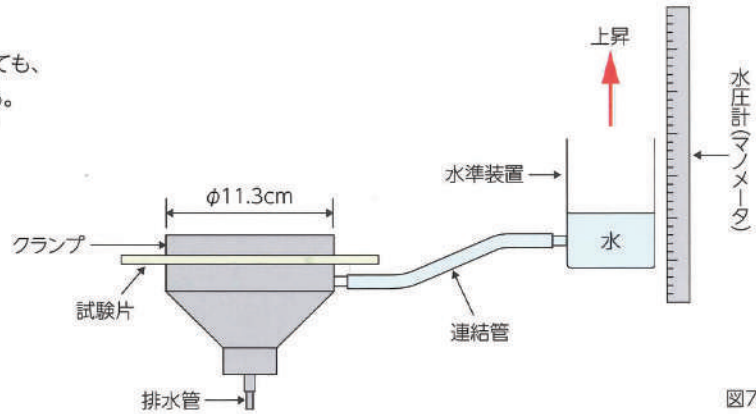

図7
B. 試験概要 図7に示す耐水度試験装置(低水圧用)に試験片の表側(防水面又は使用時に水が当たる側)が水に当たるように取付け、水を入れた水準装置を60cm/分(1cm/秒)の速さで水位を上昇させる。試験片の裏側に3ヶ所から水滴が出た時の水位を0.5cm単位で測定し、4回の平均値で表す。